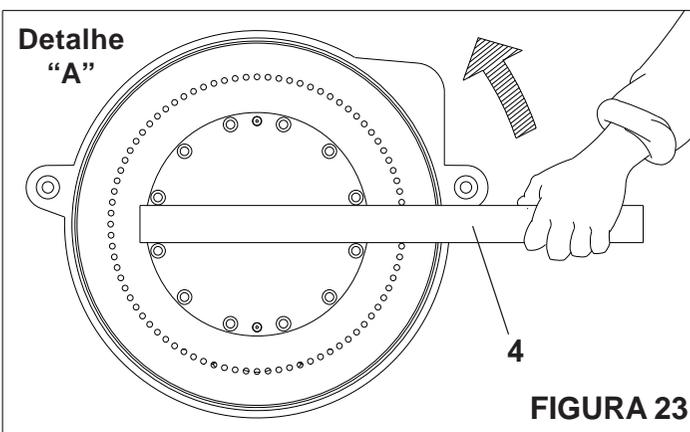

FIGURA 23
- 02 - Para montagem ou substituição dos discos perfurados de inox, solte os puxadores (1), distanciando a tampa do dosador pneumático (2), retire o disco perfurado de inox (3), através do desengate do mesmo. Utilizando-se de uma ferramenta (4), gire-o em sentido do funcionamento do sistema até soltar o disco perfurado de inox por completo, como mostra no detalhe "A" da FIGURA 23.